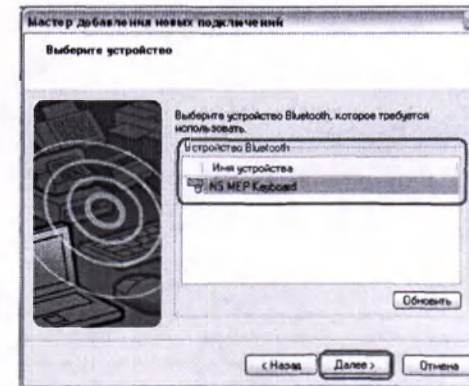

Рис. 9
10. Выберите имя устройства «NS MEP Keyboard» в списке найденных устройств и нажмите кнопку «Далее» (рис. 9). Подождите несколько секунд, пока будет выполняться поиск доступных сервисов.